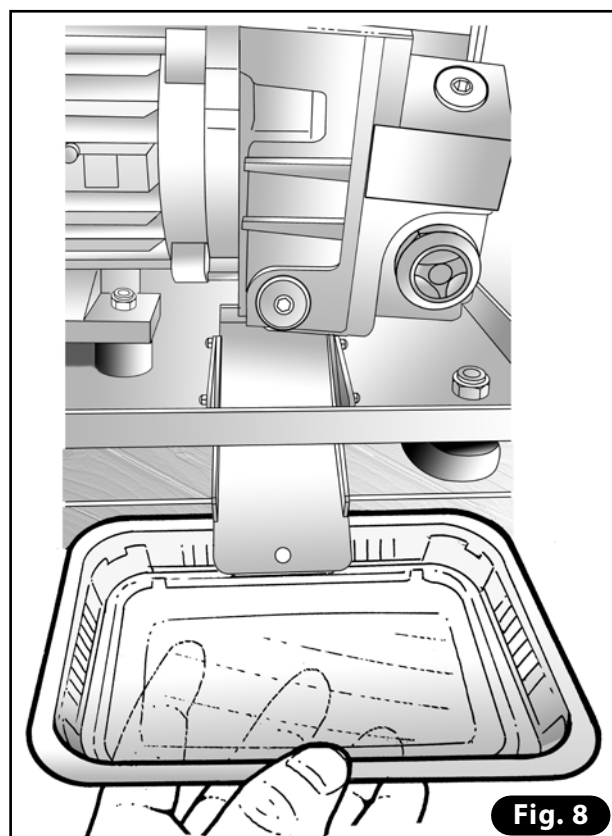
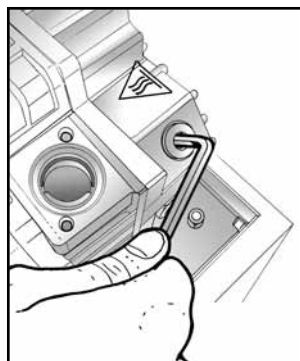
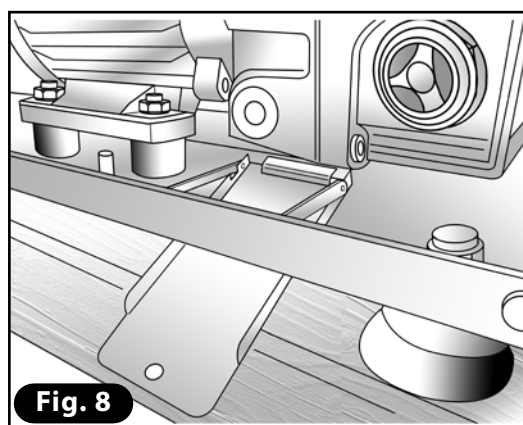

Fig. 8
Fig. 7
Fig. 8
- 7) Insérer l'autre bout de la résistance sur l'extrémité opposée en l'extrayant du trou inférieur. La tendre en l'enroulant à l'aide d'une pince à becs (**Fig. 7**).
10) Enlever la vis qui bloque le couloir de décharge de l'huile (**Fig. 6**). Vérifier qu'avec le couloir en place il soit possible de recueillir l'huile qui doit couler de la pompe (**Fig. 7**).
- 11) A l'aide d'une clé hexagonale, dévisser le bouchon de décharge (A) de l'huile dans la partie supérieure de la pompe.
- 12) Avec la même clé, dévisser le bouchon de décharge (B). Effectuer attentivement l'opération ; à peine enlevé, l'huile coulera de la pompe directement sur le couloir de la base et par conséquent dans un récipient déjà prédisposé. Laisser couler l'huile pendant dix minutes environ (Fig. 8).
- 3) Enlever la vis qui bloque le couloir de décharge de l'huile (**Fig. 7**). Vérifier qu'avec le couloir en place (**Fig. 8**), il soit possible de recueillir l'huile qui doit couler de la pompe.